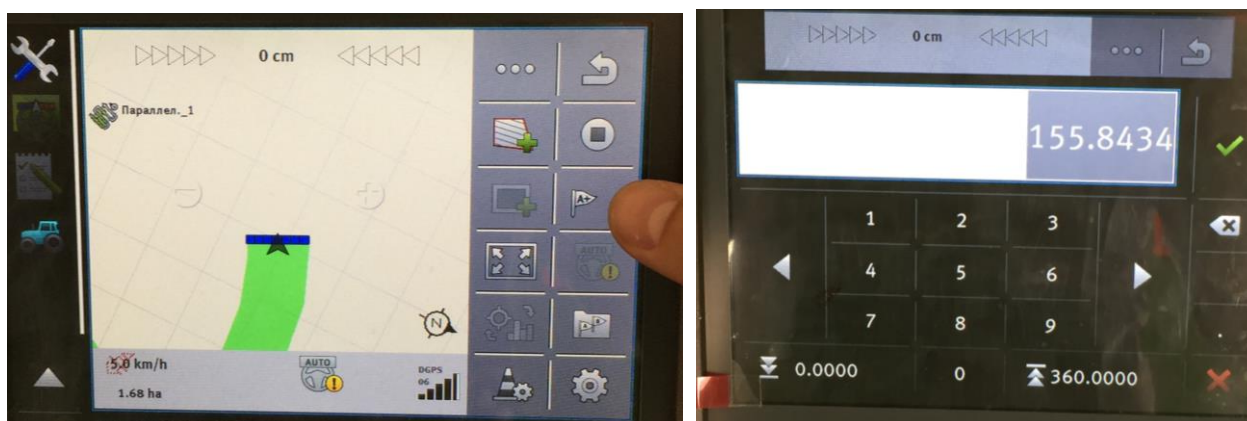

Рисунок 7.22 – Выбор режима **A+**
6. Перейдите к вкладке **A+** (рисунок 7.22).